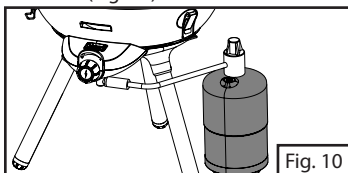

Fig. 10
5. Bouteille de propane correctement fixée. (Fig. 10)